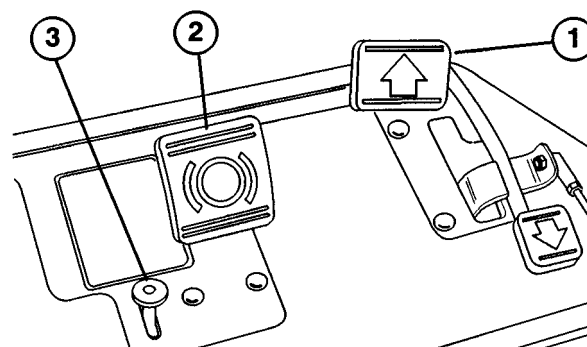
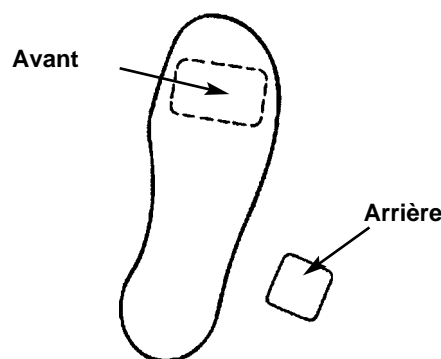

Figure 8
Figure 9
**Pédale de déplacement** (Fig. 8)—Trois fonctions: commande 1) la marche avant, 2) la marche arrière et 3) l'arrêt de la machine. Appuyer sur le haut de la pédale pour avancer ou sur le bas de la pédale pour reculer, ou pour faciliter l'arrêt en marche avant. Laisser revenir la pédale à la position centrale (point mort) pour arrêter la machine. Ne pas garder le talon appuyé sur le bas de la pédale (marche arrière) lorsque la machine fonctionne en marche avant (Fig. 9).
**Pédale de frein** (Fig. 8)—Elle actionne un frein mécanique à tambour de type automobile situé sur chaque roue motrice.
**Bouton du frein de stationnement** (Fig. 8)—Appuyer sur la pédale de frein pour actionner l'ensemble de freinage, puis appuyer sur le petit bouton indiqué, pour maintenir les freins en mode de stationnement. Pour desserrer le frein de stationnement, appuyer sur la pédale de frein. Prendre l'habitude de bloquer le frein de stationnement avant de quitter la machine.